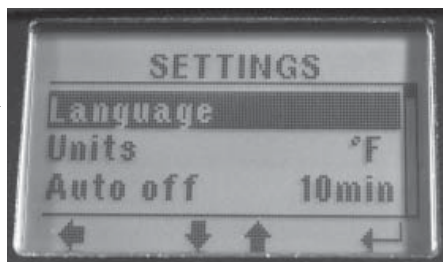

Figure 9. Sélection de la langue
3. Utiliser les boutons Monte/Descend pour défiler sur « Langue » (Figure 9) puis appuyez sur ENTRER